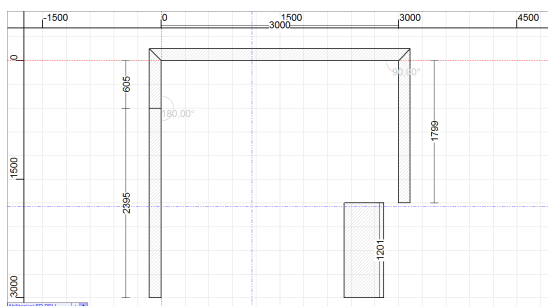

Figura 3.26: Spezza parete.
- ◆ Spezza: consente di spezzare la parete corrente in 2 parti nel punto dove è stato cliccato, figura 3.26;